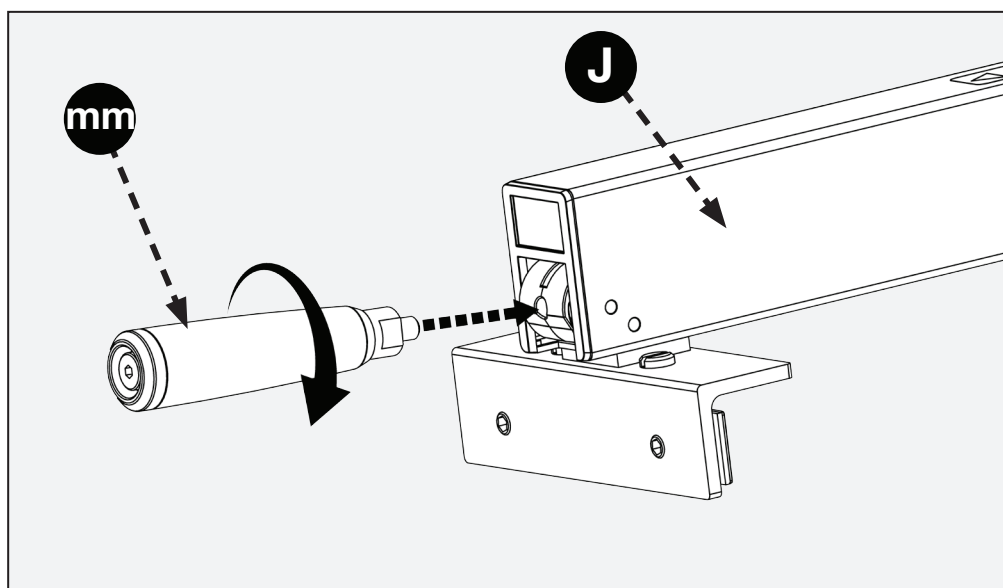

FIGURE 29
Monter la poignée (mm) à l'ensemble du guide (J), comme illustré à la figure 29.